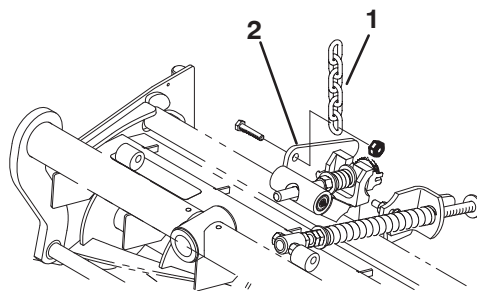

**Figure 4**
6. Insérez une rondelle de butée sur l'axe horizontal du pivot comme illustré à la Figure 4.
7. Insérez l'axe horizontal du pivot dans le tube de montage du bâti porteur (Fig. 4).
8. Fixez le pivot au bâti porteur avec une rondelle de butée, une rondelle plate et une vis à collerette (Fig. 4).
9. Insérez une rondelle de butée sur l'axe vertical du pivot (Fig. 4).
10. S'il a été déposé, insérez l'axe vertical du pivot dans le moyeu de pivot du bras de levage (Fig. 4). Guidez le pivot en position, entre les deux amortisseurs de centrage en caoutchouc dans le dessous de la plaque de direction du bras de levage.
11. Insérez la goupille à anneau dans le trou transversal de l'axe de pivot (Fig. 4).
**Remarque :** Si une position de plateau de coupe fixe est requise, insérez la goupille de blocage de direction dans le trou de montage du pivot (Fig. 4).
14. Accrochez le fil de ressort autour du bas de la goupille de blocage de direction (Fig. 4).